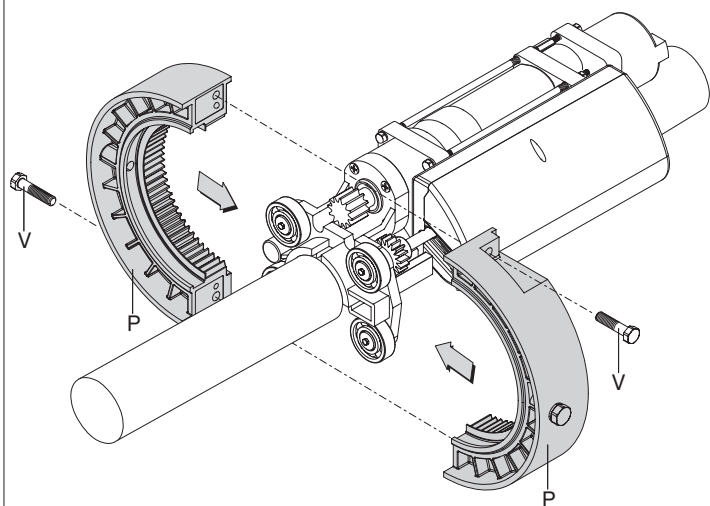

Fig. 5
- 6) Efectuar um furo (Fig. 5 ref. F) na extremidade superior da grade de enrolar, em seguida fixar a grade de enrolar à polia de avanço por intermédio do parafuso V.